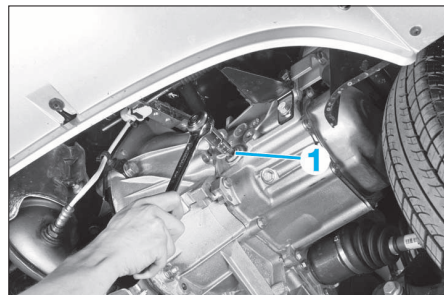

FIG. 13
- Dévisser le bouchon (1) de remplissage et de contrôle du niveau (Fig.13).
- Déposer le bouchon (1) de remplissage et de contrôle du niveau si ce n'est pas déjà fait (Fig.13).